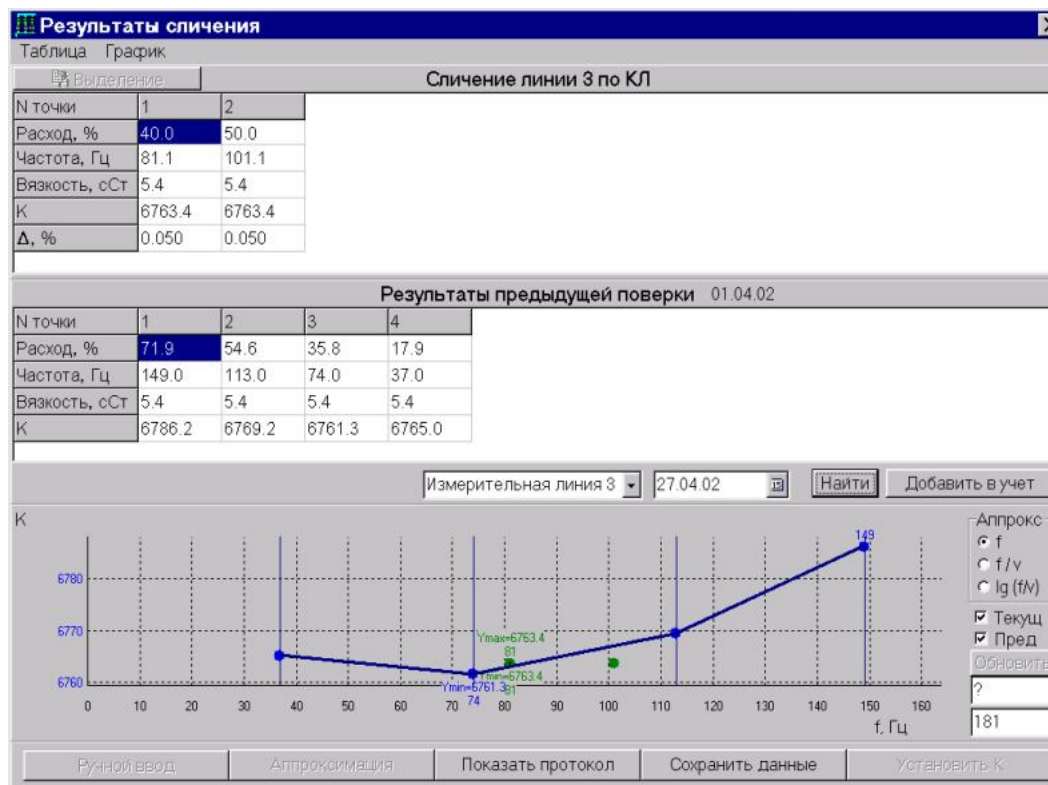

Рис. 40 – Окно результатов сличения
3.14.3.1 При нажатии на экране «ПОВЕРКА» кнопки **Результаты** во время сличения выводится окно **Результаты сличения** (Рис. 40). Окно содержит таблицу основных результатов текущего сличения. По этой таблице можно проанализировать его результаты и сформировать протокол.
3.14.4.1 При нажатии на экране «**ПОВЕРКА**» кнопки **Результаты** выводится окно **Результаты поверки** (Рис. 40). Окно содержит таблицу основных результатов текущей поверки (сличения). По этой таблице можно проанализировать результаты поверки и сформировать протокол.